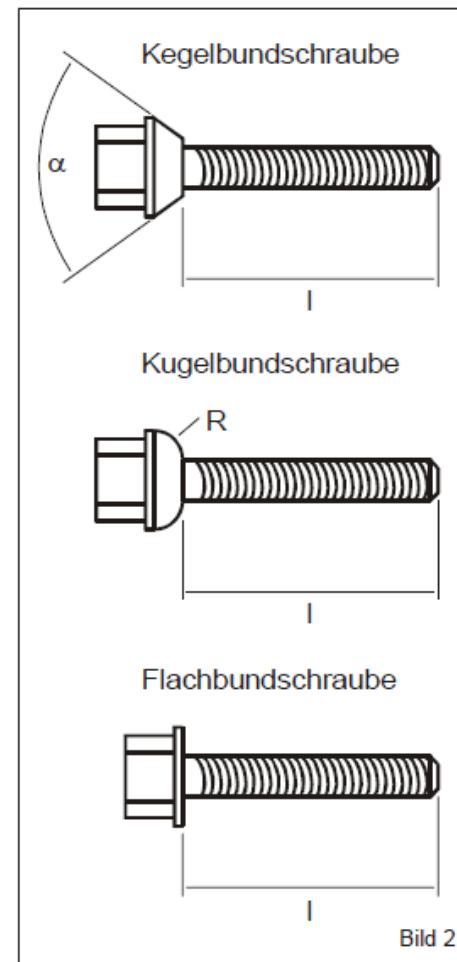

Bild 2
3. Das **Pro-Spacer** System 3 / 7 wird komplett mit allen benötigten Anbauteilen geliefert. Es ist jedoch unbedingt notwendig einige Größen dieser Anbauteile zu verifizieren. Achten Sie insbesondere darauf, dass die Bundform der Eibach-Spezial-Spurscheibenschrauben (mit den spezifischen Winkeln und Radien) der Bundform (Bild 2) der Senkung des Distanzrings entspricht. Neben der Bundform ist die Gewindegöße mit ihrem spezifischen Gewindedurchmesser und der Gewindesteigung zu verifizieren.